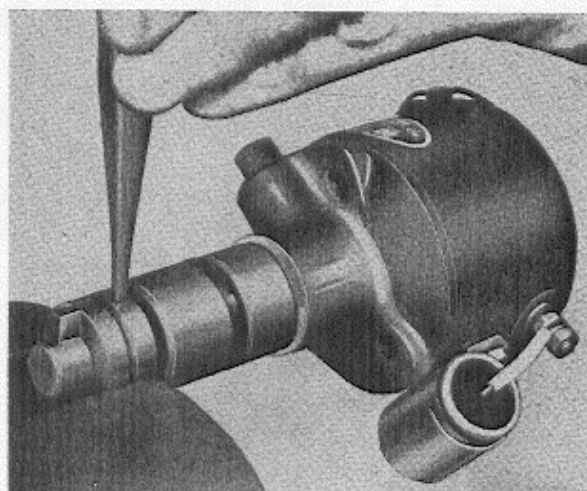

Abb. 70 Mitnehmer ausbauen
5. Die Anschlagfeder (Sicherungsfeder) abnehmen und den Stift für den Mitnehmer heraus schlagen und abziehen. Die Lage des Mitnehmers im Verhältnis zur Welle markieren, Abb. 70.